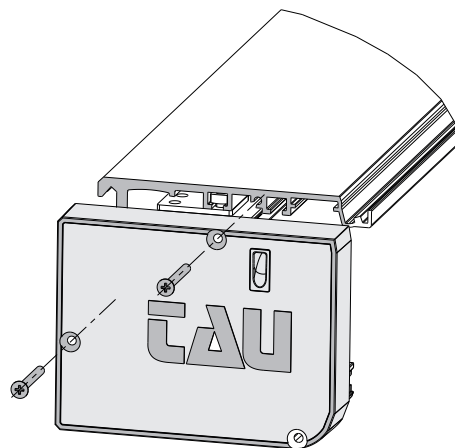

fig. 14
- infine montare i fianchetti laterali in PVC alle due estremità della trave binario fissandoli tramite le viti autofilettanti in dotazione (fig. 14).
- *finally, fit the PVC side panels to the two ends of the binary beam, fixing them using the self-tapping screws supplied. (see fig. 14).*